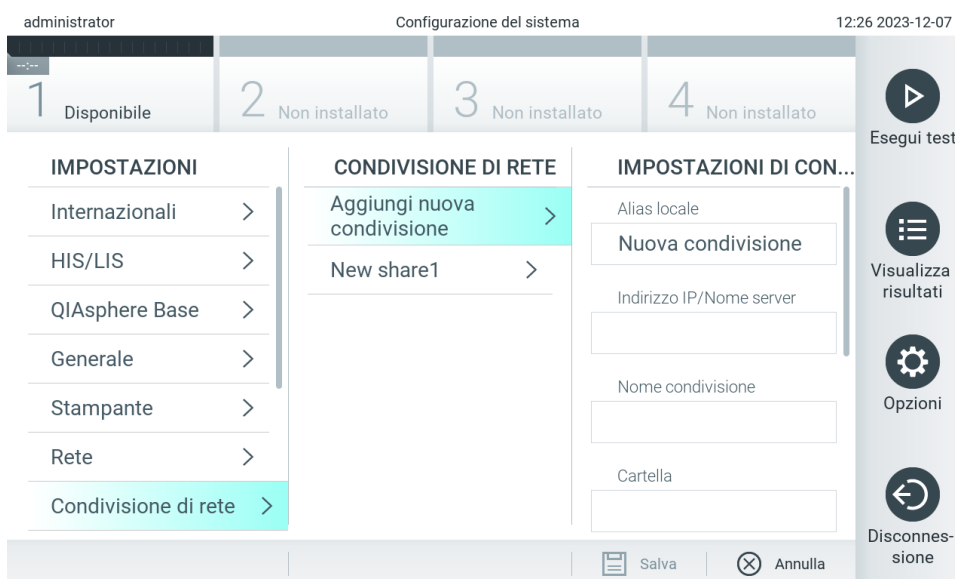

Figura 68. Aggiunta di una condivisione di rete.
3. Premere Add new share (Aggiungi nuova condivisione) (Figura 68).